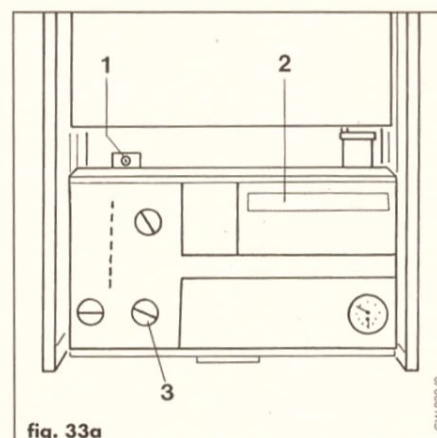

fig. 33a
- Posizionare il selettore (3, fig. 33a) su „riscaldamento“.
- Togliere la vite (1, fig. 33a) ed abbassare il pannello comandi.
- Posizionare il selettore (3, fig. 33a) su "riscaldamento."
- Posizionare il selettore (3, fig. 33a) su „riscaldamento”.
- a) Togliere la vite (1, fig. 33a) ed abbassare il pannello comandi.